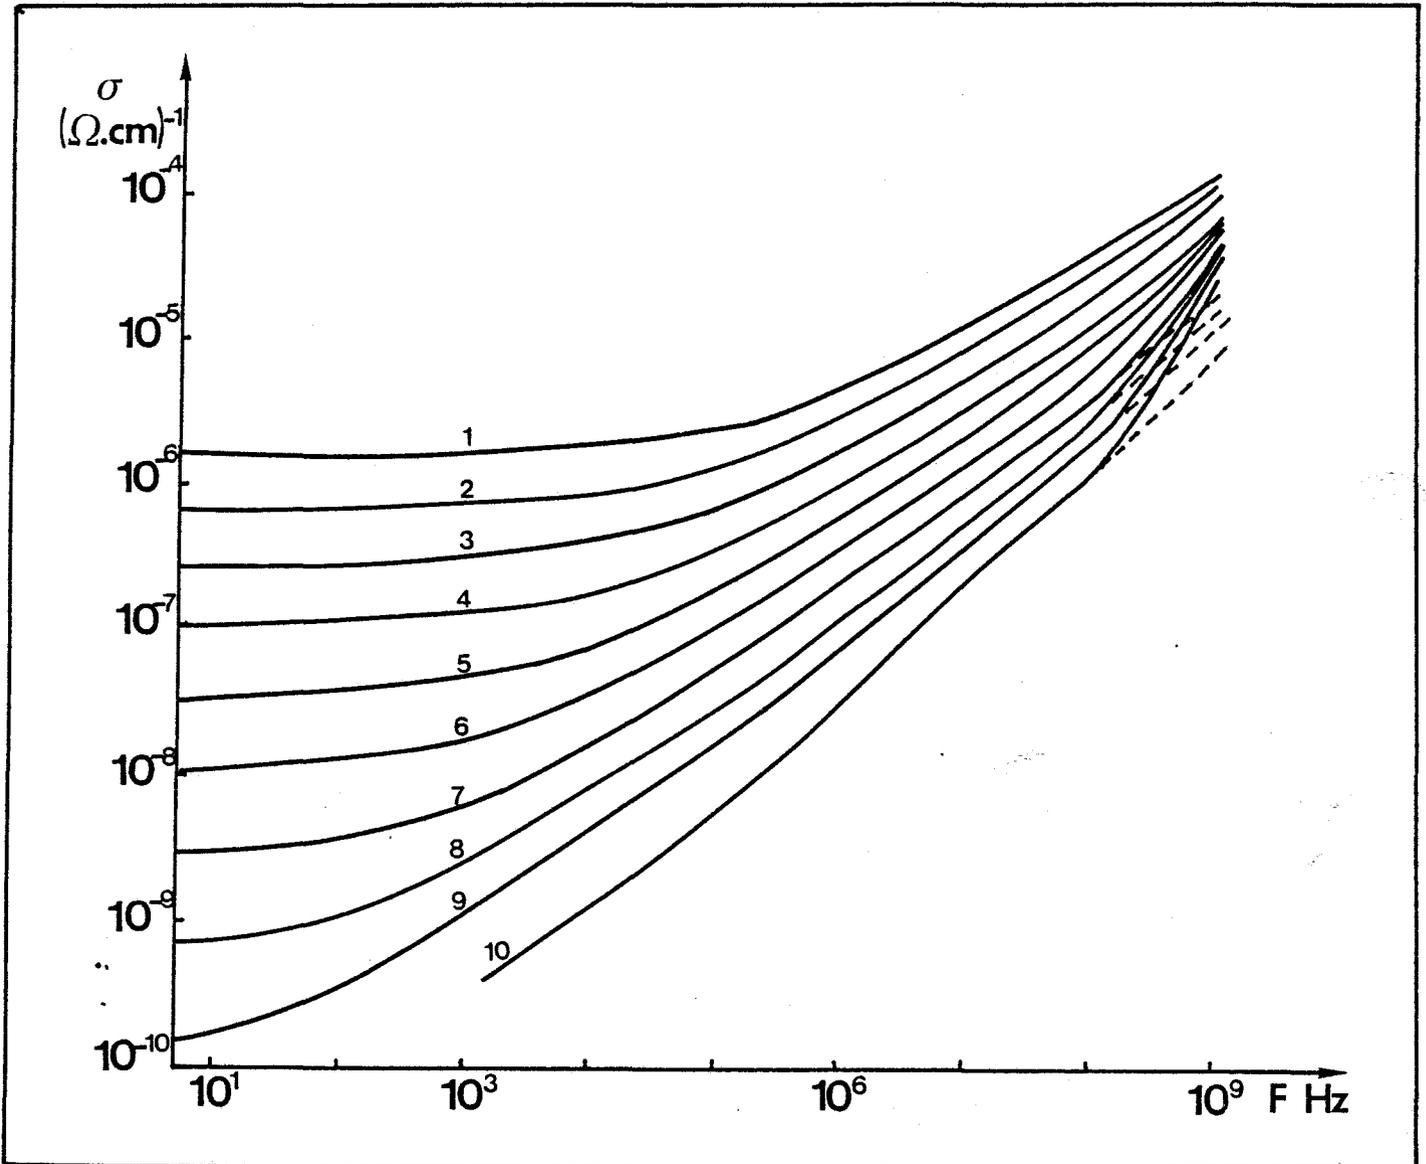

FIGURE F.1.4
- Figure F 1.4. Partie réelle de la conductivité complexe en fonction de la fréquence et pour différentes températures $\sigma_{\text{totale}}(\omega, T)$